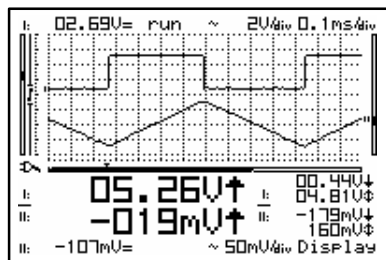

Fig 15
- Una griglia a linee divide il display in linee di riferimento. (Fig. 15)
- **Volledig raster:** verdeelt het scherm in referentielijnen. (Fig. 15)
- **Une grille en trait plein** divise l'écran en lignes de référence. (Fig. 15)
- **Voller Raster:** verteilt den Schirm in Bezugslinien. (Abb. 15).